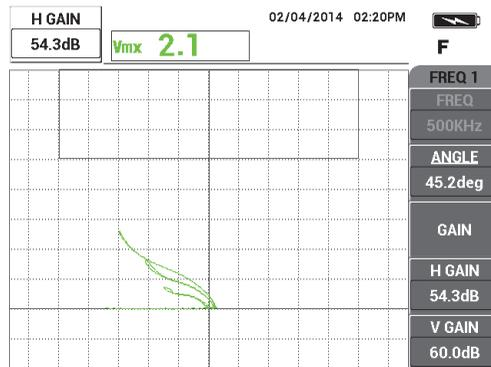

Рис. 5-5 Настройка горизонтального усиления
7. Дважды нажмите клавишу GAIN (**dB**) для отображения **Г УСИЛ** в верхнем левом углу экрана; с помощью ручки уменьшите горизонтальное усиление, так чтобы сигнал от большой риски находился на расстоянии 3-х делений от перекрестия (см. Рис. 5-5 на стр. 138).